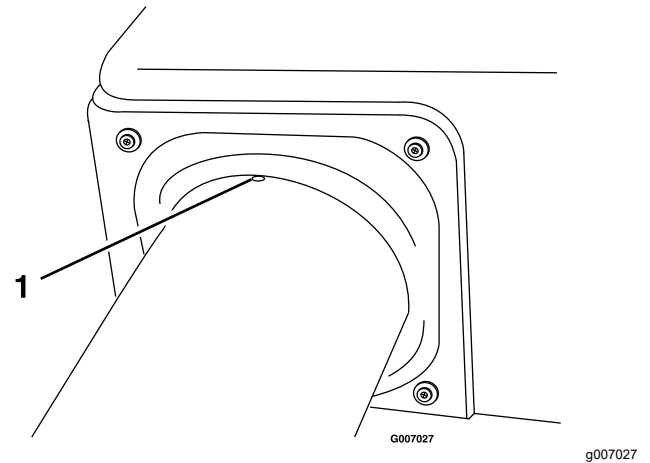

Figuur 32
3. Steek de bovenste buis in de opening van de grasvanger en trek deze terug zodat de hopperafdichting naar buiten steekt (Figuur 32).